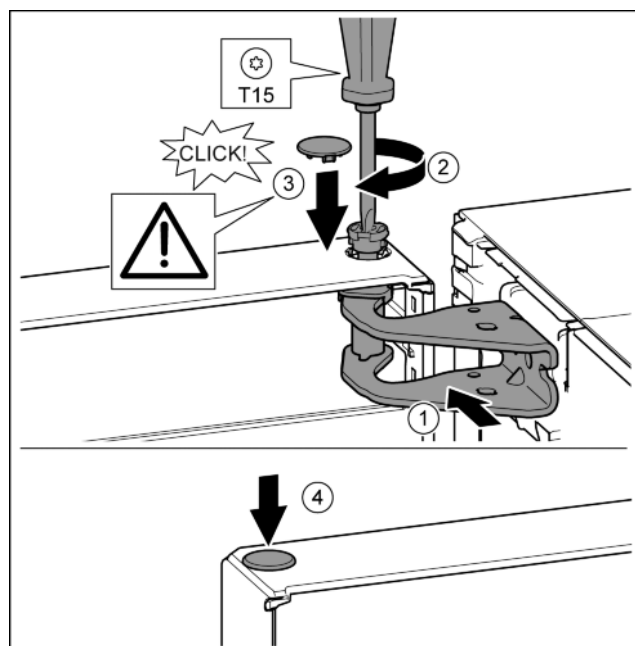

Fig. 17
- ▶ Дверь сверху выровнять по отверстию в опорном кронштейне. Fig. 17 (1)
- ▶ Вставить палец и затянуть отверткой T15. Fig. 17 (2)
- ▶ Установить предохранительную крышку для защиты двери: вставить предохранительную крышку и проверить, прилегает ли она к двери. В ином случае вставить палец полностью. Fig. 17 (3)
- ▶ Вставить заглушку. Fig. 17 (4)